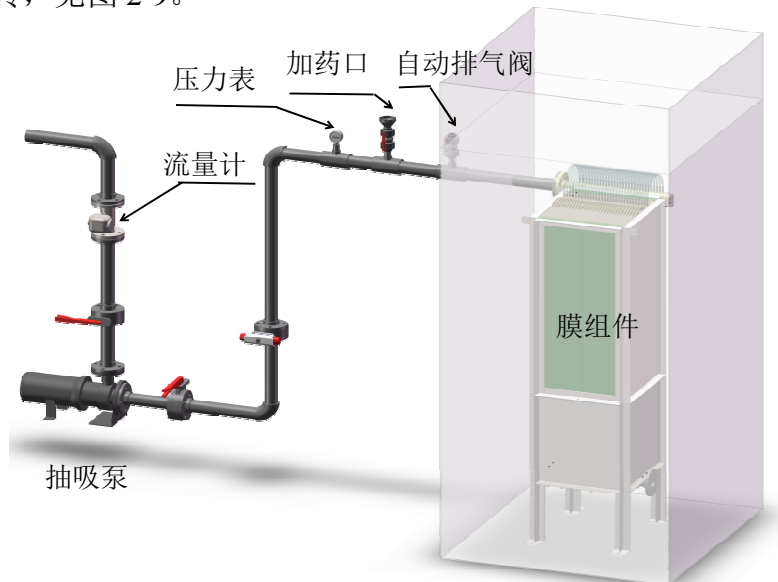
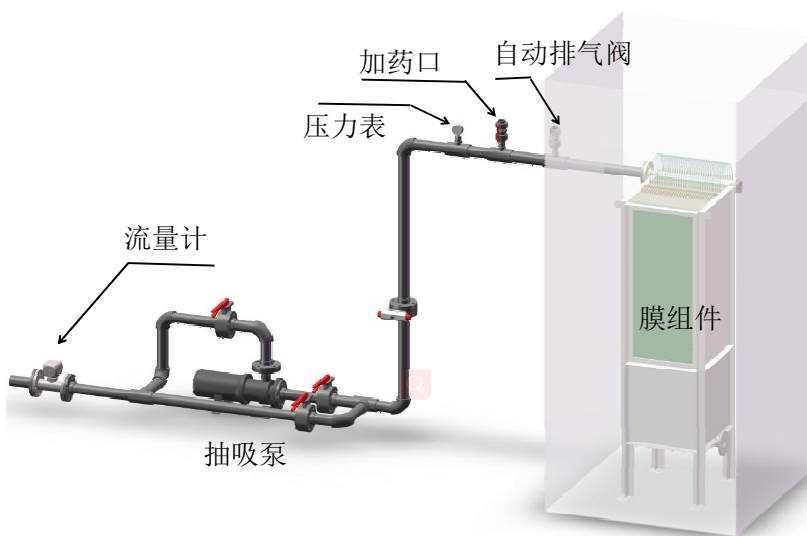

图 2-6 集水管穿过池壁抽吸泵低于膜元件底部
图 2-7 集水管跨越池壁抽吸泵及泵后管路低于膜元件底部
抽吸泵，同时集水管路上应设置排气阀，推荐选用自动排气阀，见图 2-6；如集水管最终排口低于膜元件底部时，可设置与抽吸泵并联的出水管线，用电磁阀切换，当膜污染程度低时，可利用自然水头出水，以节省能量，见图 2-7。
- b. 膜组件的集水管跨越池壁，且水泵低于膜元件最低点时，如采用离心泵作为抽吸泵，在泵吸水管路上须设置抽真空系统，以保证虹吸，见图 2-6；如抽吸泵后出水管线水平低于膜元件底部，可设置与抽吸泵并联的出水管线，用电磁阀切换，当膜污染程度低时，可利用自然水头出水，见图 2-7。